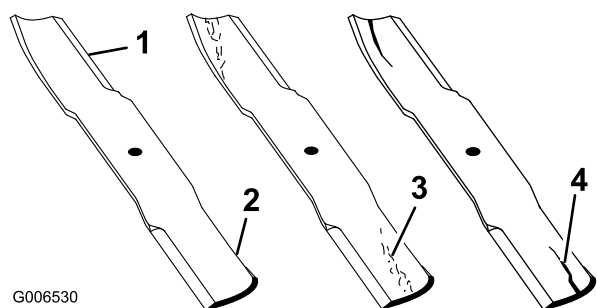

Figura 39
1. Inspeccione los filos de corte (Figura 39). Si los bordes no están afilados o tienen mellas, retire las cuchillas y afílelas; consulte Cómo afilar las cuchillas.
2. Inspeccione las cuchillas, especialmente la parte curva (Figura 39). Si observa daños, desgaste o la formación de una ranura en esta zona (elemento 3
en la Figura 39), instale inmediatamente una cuchilla nueva.